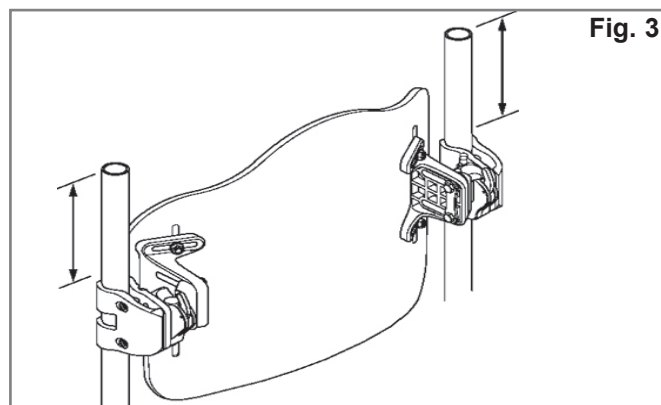
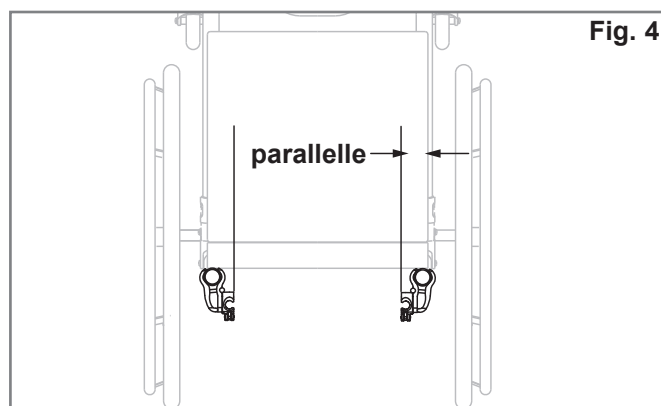

Fig. 3
Fig. 4
### Monteringsanvisninger for beslag (Fig. 3, 4, 5)
2. Se efter på kørestolens ryglænsrør for at fastslå, hvor beslagene bør placeres. Monteringshardwaren bør omtrentligt have den samme højde på hver ryg rør (Fig. 3) og parallelt til sæderammen (Fig. 4). Generelt gælder det, at højere placeringer på ryglænsrørene fungerer bedst.